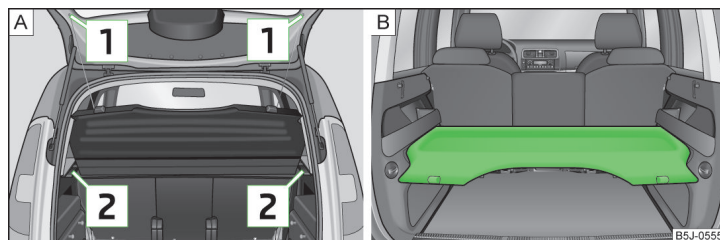

Fig. 66 Smontaggio della cappelliera / cappelliera nella posizione inferiore
- Sganciare i nastri di fissaggio **1** » fig. 66.
La cappelliera può essere applicata anche nella posizione inferiore sugli elementi di sostegno » fig. 66 - B.